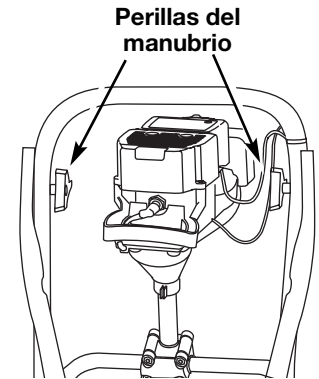

Fig. 19
3. Pliegue el manubrio hacia abajo según se ilustra (Fig. 19).